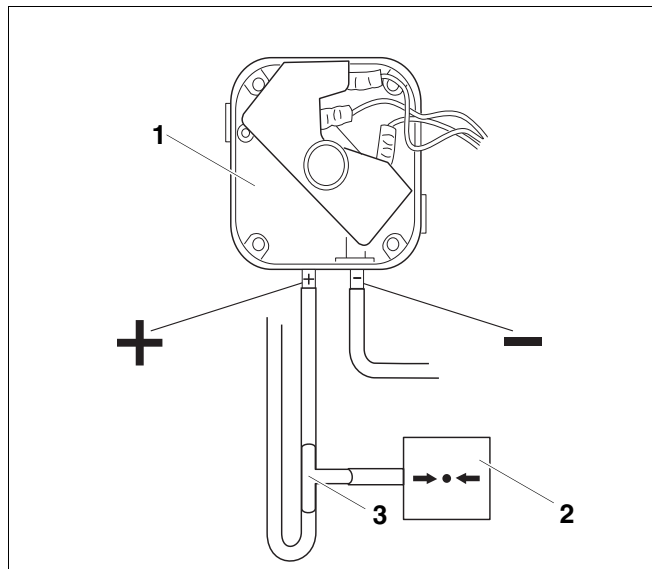

Fig. 28 Contrôle de la pression d'air du ventilateur
- Sur le pressostat d'air (fig. 28, **pos. 1**), débranchez le flexible d'impulsion d'air du pôle plus.
- Branchez le tuyau du manomètre (fig. 28, **pos. 2**) et le flexible d'impulsion d'air sur le raccord en T (fig. 28, **pos. 3**) et raccordez-le avec le pressostat d'air.